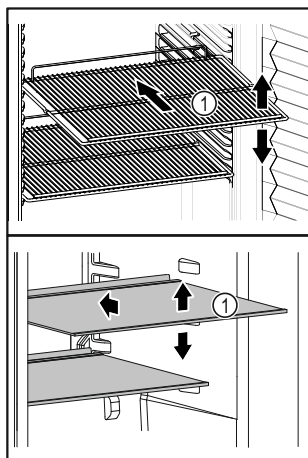

Fig. 49 Simbolična slika
- ❑ Če so odlagalne površine Fig. 49 (1) premične, jih prilagodite po višini.